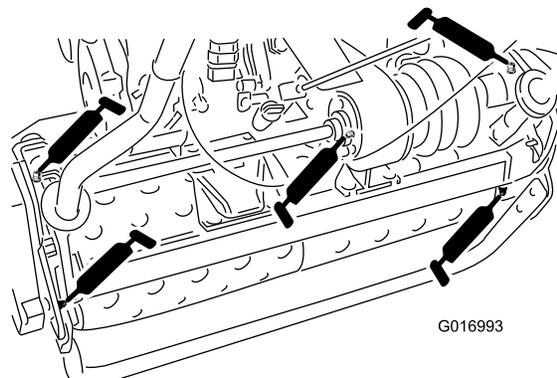

Figura 18
- 2 en los ejes del tambor (Figura 18)
- 3 en el diferencial (Figura 18)